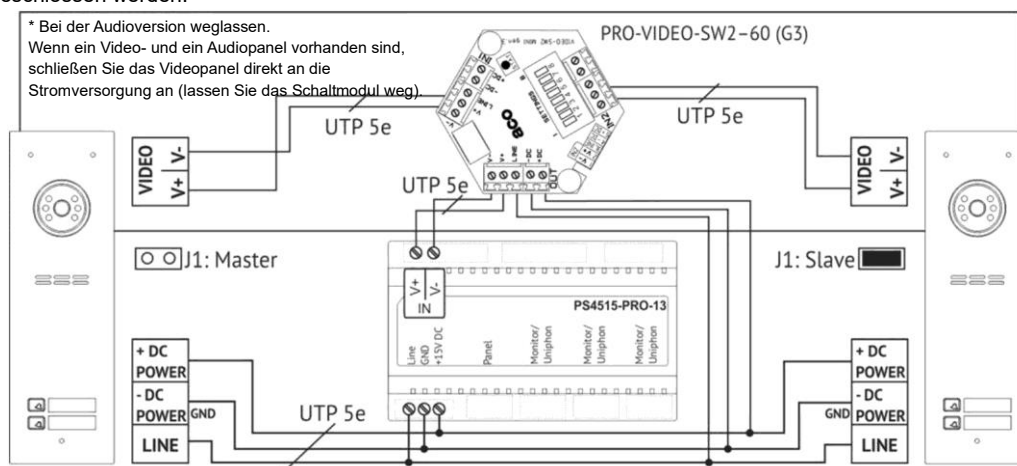
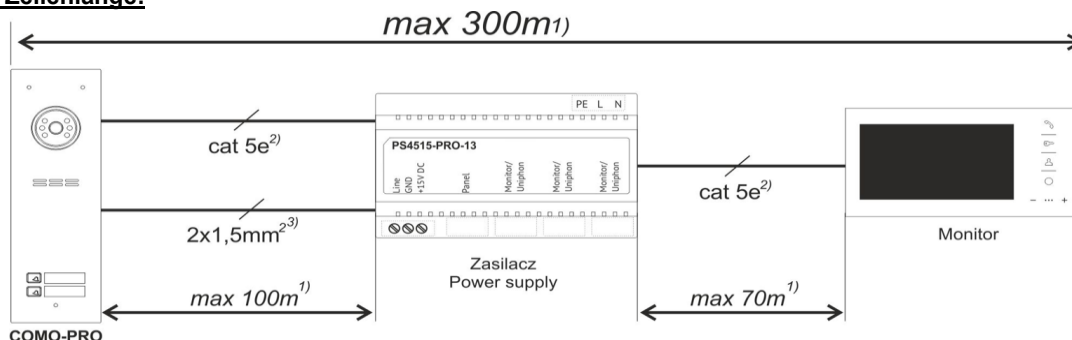

Abb. 2 Beispielhaftes Anschlussschema des Panels in einem Videosystem.
Abb. 3 Maximale Leitungslängen.
Der Anschluss der Sprechanlage sollte gemäß dem Schema – Abb.2 bei ausgeschalteter Stromversorgung vorgenommen werden. Die Verwendung von RJ45-Steckern und Twisted-Pair-Kabeln (UTP-Kabel, mind. Kat. 5e) wird empfohlen. In diesem Fall sind die maximalen Kabellängen: 100 m zwischen Panel und der Stromversorgung und 70 m zwischen dem Monitor und der Stromversorgung (für Informationen über längere Verbindungslängen siehe Abb. 3). Alle RJ45-Steckverbinder müssen gemäß der Norm **T568B** gleichmäßig gecrimpt werden. Im Falle eines Audiosystems sind mindestens 3 Drähte zwischen dem Panel und dem Empfänger erforderlich (Drahtdurchmesser mindestens 0,5 mm / in diesem Fall beträgt die maximale Entfernung zwischen der Sprechanlage und der Stromversorgung 50 m).
Der elektrische Türöffner wird an die Klemmen ELOCK OUTPUT (+ und -) und seine Stromversorgung an ELOCK POWER (+ und -) angeschlossen. In diesem Fall empfiehlt es sich, Kabel zu verwenden, die für die Stromaufnahme des Türöffners ausgelegt sind (typischerweise 1,5 mm²) und den Abstand gemäß Abb. 3 einzuhalten. Werkseitig ist der ELOCK OUTPUT auf den Modus „elektrischer Türöffner“ eingestellt – die Spannung am Ausgang erscheint beim Öffnen und wird zusätzlich entsprechend moduliert, sodass bei einer Gleichspannung von +15 V ein 12-V-Türöffner verwendet werden kann. In den Einstellungen kann der Typ ELOCK OUTPUT auf geändert werden: „Reversibel“ (z. B. wenn ein reversibler elektrischer Türöffner angeschlossen ist) – in diesem Fall verschwindet die Spannung am Ausgang beim Öffnen, oder vom Typ „Relais“ – die Spannung am Ausgang erscheint beim Öffnen ohne zusätzliche Modulation (z. B. wenn ein Relais angeschlossen ist). **HINWEIS!** Bei den Typen „Reversibel“ und „Relais“ erscheint der an den Eingang ELOCK POWER angeschlossene Spannungswert direkt am Ausgang und es muss eine Stromversorgung mit Parametern verwendet werden, die mit dem verwendeten Türöffner/Relais kompatibel sind (an ELOCK POWER kann auch eine Wechselspannungsversorgung (AC) angeschlossen werden - stellen Sie in diesem Fall den Typ der Ausgangssteuerung ein: „Relais“). Bei geringem Abstand (bis zu mehreren Metern) zwischen der Stromversorgung und dem Panel ist es zulässig, den Türöffner mit der Versorgungsspannung des Panels zu betreiben (Twisted-Pair-Kabel - UTP). Dazu müssen die Steckbrücken J2 und J3 eingesetzt werden. **Eine solche Verbindung wird nicht empfohlen und hängt von der Art des verwendeten Türöffners ab – im Falle einer Fehlfunktion des Systems sollte der Türöffner über ein separates Kabel mit Strom versorgt werden.**